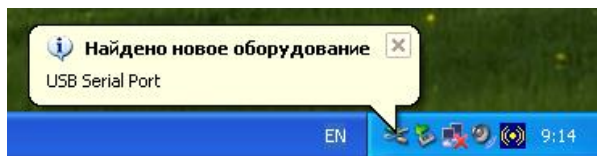

Рисунок 11
- После нажатия «Готово» появится сообщение «Найдено новое оборудование USB Serial Port» (см. рисунок 11).